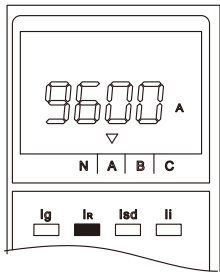
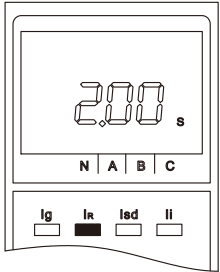

图84 脱扣电流
图85 脱扣时间
④ 脱扣状态：控制器正常运行时，按两下“菜单”键，则显示上一次脱扣信息，1min内自动进入正常运行状态，也可按“返回”键进行复位，详见图84、图85。